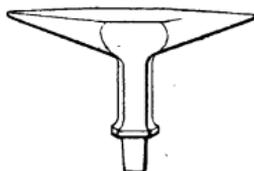

Fig. 59.
**Bigornes (fig. 59).** — Petites enclumes de forme pyramidale ou conique ; parties d'une grosse